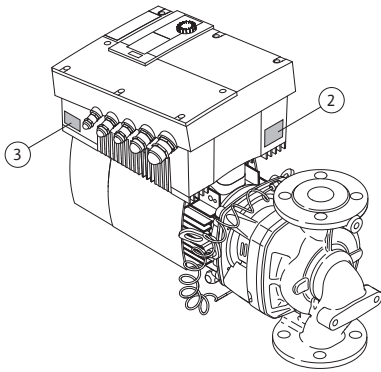

Fig. 12: Anordnung der Typenschilder:
- Das Antriebstopenschild befindet sich am Elektronikmodul auf der Seite der Kabeldurchführungen (Fig. 12, Pos. 3). Der elektrische Anschluss ist entsprechend den Angaben auf dem Antriebstopenschild auszulegen.